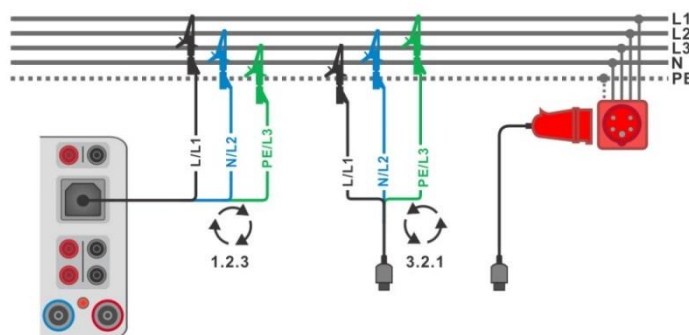
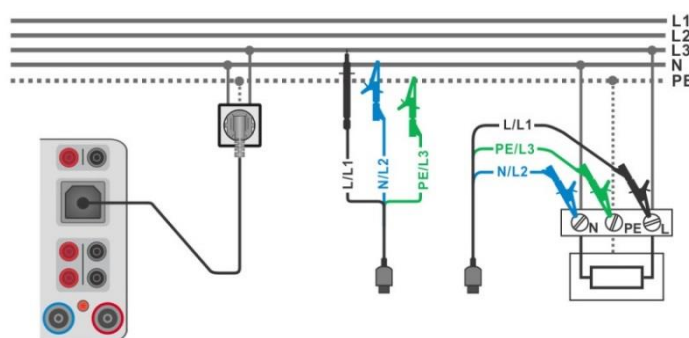

Abbildung 6.61: Anschluss des 3-Leiter Prüfadapters und des optionalen Adapters im Drei-Phasen-System
Abbildung 6.62: Anschluss des Commander-Prüfsteckers und des 3-Leiter Prüfadapters im Ein-Phasen-System
- Verbinden Sie das 3-drahtige Prüfkabel oder das Steckerprüfkabel mit dem zu prüfenden Objekt (siehe **Abbildung 6.61** und **Abbildung 6.62**).